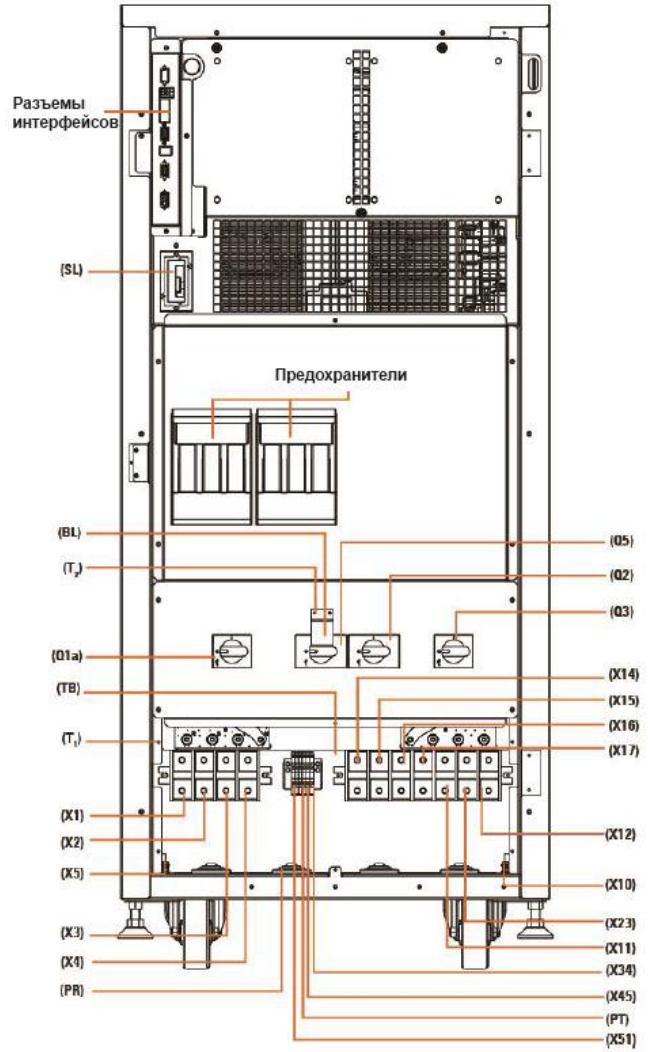
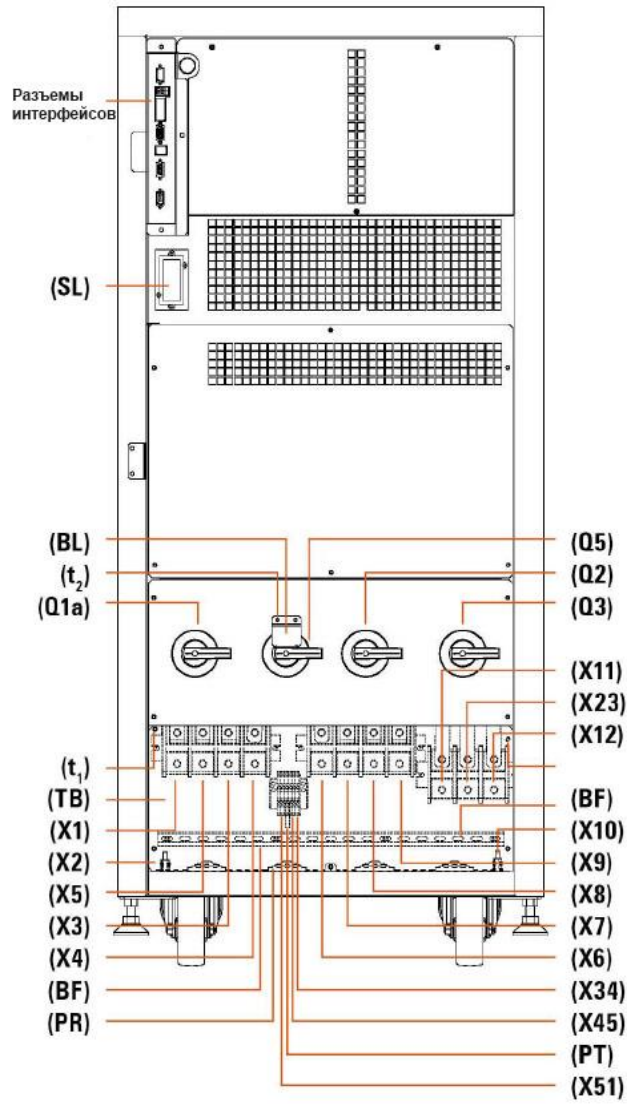

Рисунок 1.8 Передняя панель ИБП 80кВА
Рисунок 1.9 Передняя панель ИБП 100-120кВА
1.3.3 Передняя панель ИБП без двери для мощности 10-40кВА (рис.1.3), 60кВА (рис.1.4), 80кВА (рис. 1.8), 100-120кВА (рис.1.9)